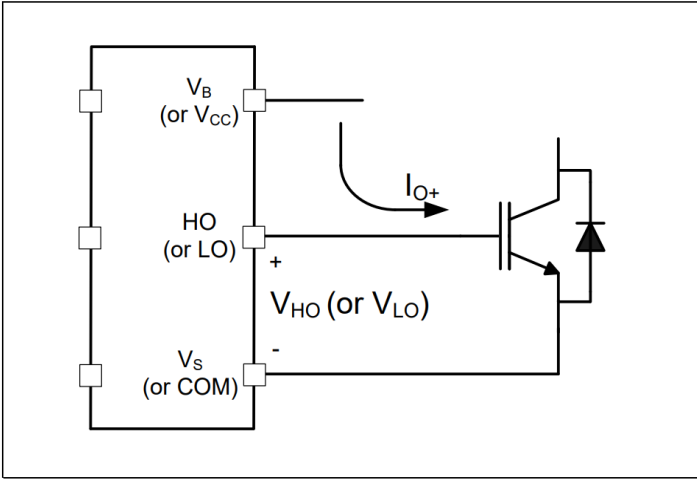
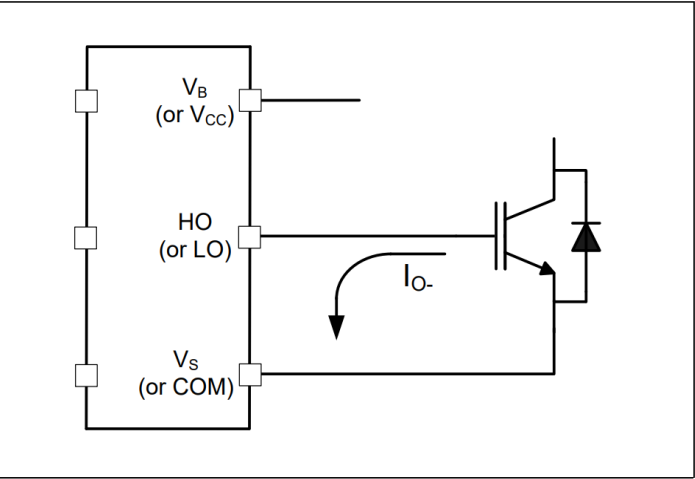

Figure 4 HVIC Sourcing current
Figure 5 HVIC Sinking current
2ED2182 (4) S06F (J) HVIC 设计用于驱动 MOSFET 或 IGBT 功率器件。图 4 和图 5 显示了与 HVIC 栅极驱动功能相关的几个参数。用于驱动功率开关栅极的 HVIC 输出电流定义为 I_O 。驱动外部功率开关栅极的电压定义为：高边功率开关的 V_{HO} 和低边功率开关的 V_{LO} ；此参数有时统称为 V_{OUT} ，在这种情况下不区分高边和低边输出电压。